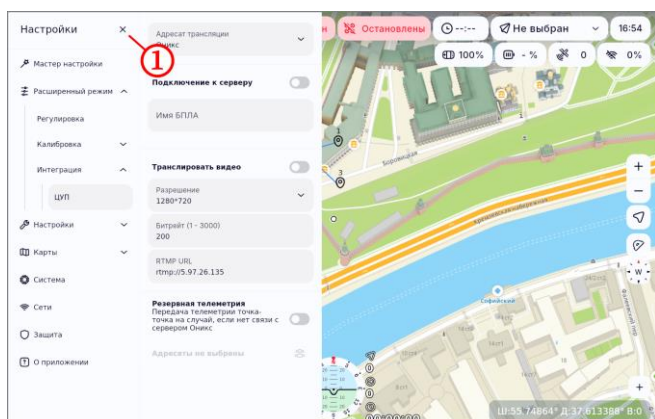

Рисунок 87
- закрыть раздел настроек по нажатию кнопки X (рисунок 87, шаг 1);